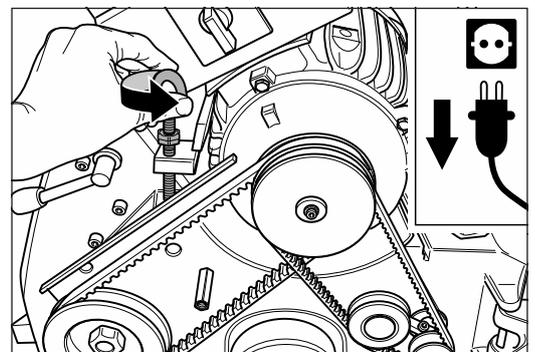

Abb. 30 Die Spanschraube gegen den Uhrzeigersinn drehen. Dadurch werden die Keilriemen entspannt.
- 6 Drehen Sie die Spanschraube am Motor gegen den Uhrzeigersinn (Abb. 30). Dadurch werden die Keilriemen entspannt.